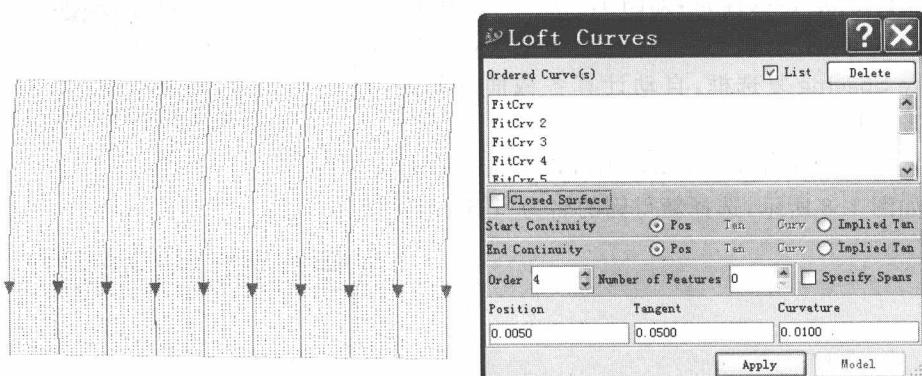

图 1.10
(7) 选择 Construct→Surface→Loft,如图 1.10 所示,依次选择 10 条曲线,单击 Apply 按钮,由曲线得曲面。